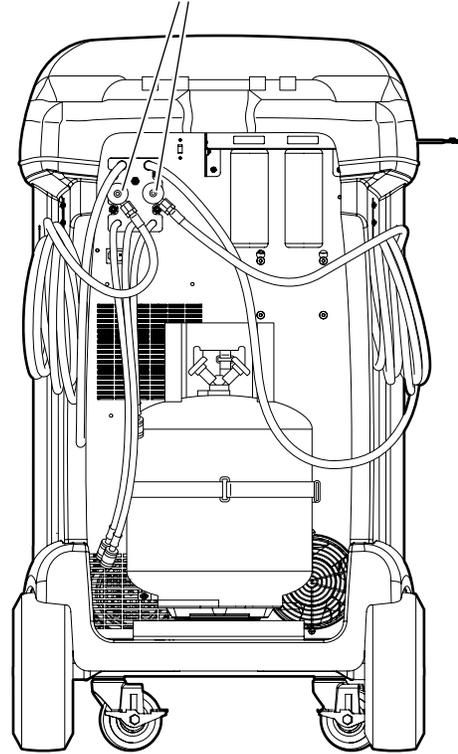

Figure 14
2. Faites passer deux fois les tuyaux de service autour de la poignée et attachez-les aux orifices de stockage. Reportez-vous à la Figure 14.